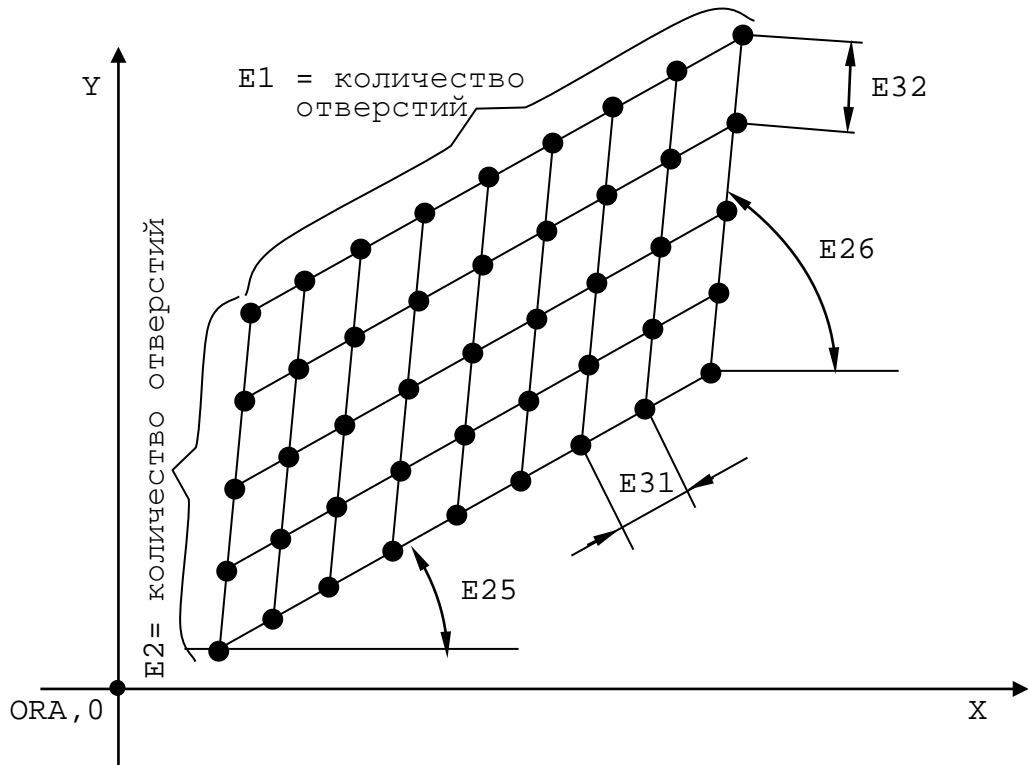

Рисунок 2.129
3) Решётка с отверстиями. Этому примеру соответствует рисунок 2.129.